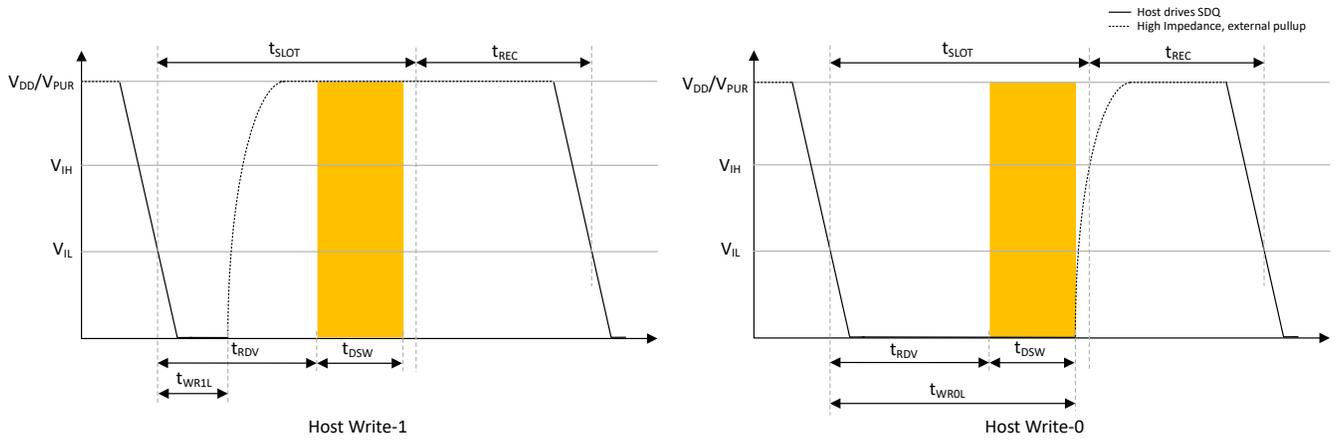
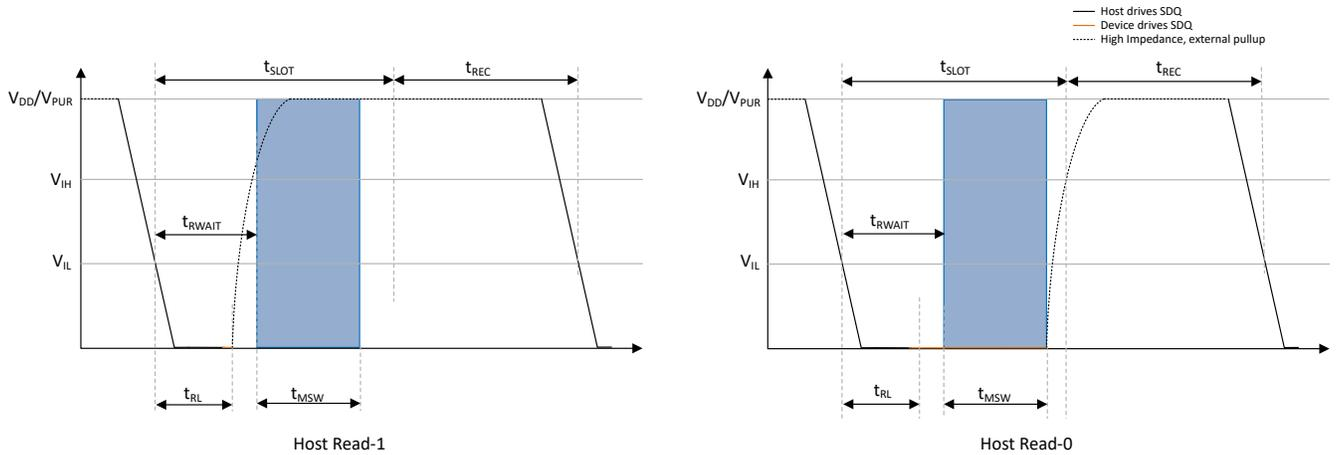

图 7-2. 写入时序图
图 7-3. 读取时序图
| $t_{SLOT}$      | 位时隙时间 (图 7-2、图 7-3) (5)       | $t_{WROL} + t_{RC}$ |                   | $t_{WROL} + t_{RC}$ |                   | $\mu s$ |
| $t_{REC}$       | 恢复时间 (图 7-2、图 7-3)                       | 2                   |                   | 2                   |                   | $\mu s$ |
| $t_{WROL}$      | 主机写入 0 宽度 (图 7-2)                        | 60                  | 120               | 9                   | 10                | $\mu s$ |
| $t_{WR1L}$      | 主机写入 1 宽度 (图 7-2)                        | 2                   | 15                | 1                   | 2                 | $\mu s$ |
| $t_{RDV}$       | 器件读取数据有效时间 (图 7-2)                       | 15                  |                   | 2                   |                   | $\mu s$ |
| $t_{DSW}$       | 器件读取数据窗口 (图 7-2)                         | 15                  | 45                | 2                   | 7                 | $\mu s$ |
| $t_{RL}$        | 主机驱动器读取位时隙时间 (图 7-3) (4)      | 2.5                 | 5                 | 2                   | 3                 | $\mu s$ |
| $t_{RWAIT}$     | 读取数据采样窗口之前的主机等待时间 (图 7-3) (5) |                     | $t_{RL} + t_{RC}$ |                     | $t_{RL} + t_{RC}$ | $\mu s$ |
| $t_{MSW}$       | 主机读取数据采样窗口 (图 7-3) (5)        | $t_{RL} + t_{RC}$   | 30                | $t_{RL} + t_{RC}$   | 3                 | $\mu s$ |